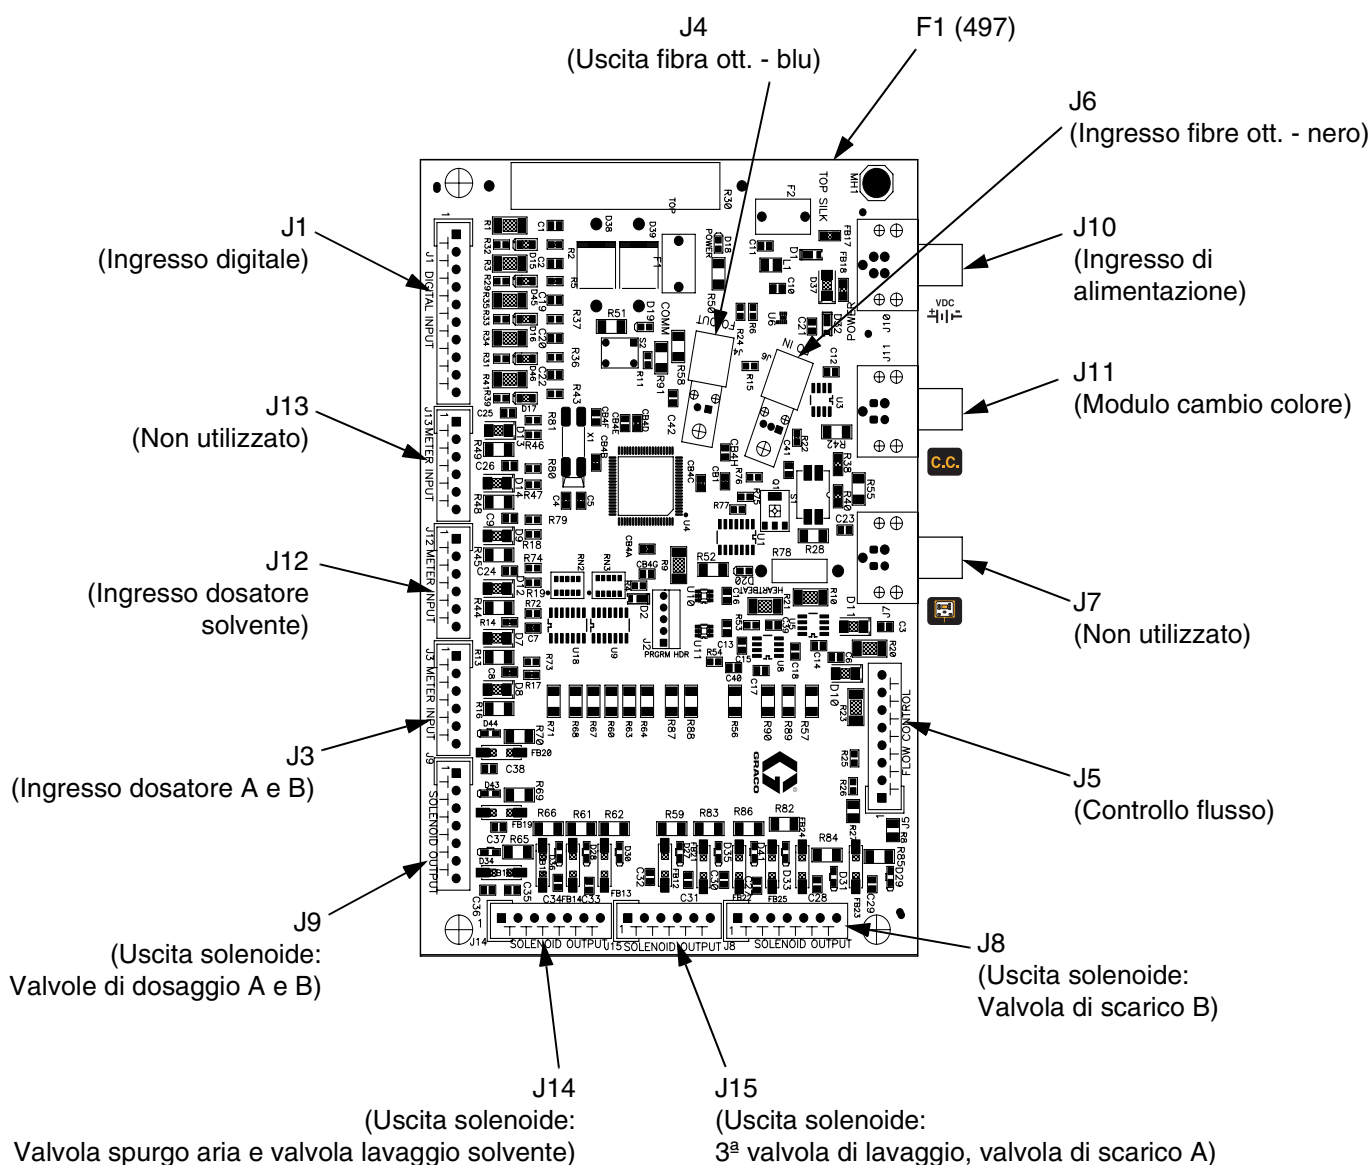
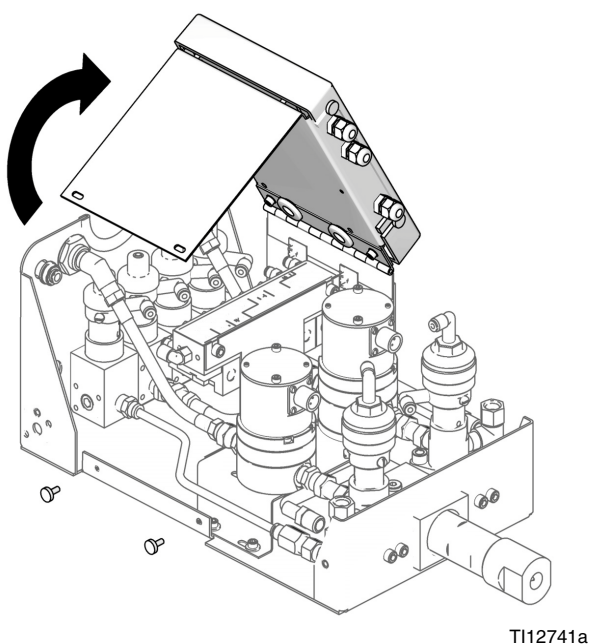

FIG. 29. 255765 Scheda di controllo della stazione del fluido
FIG. 30. Accedere ai solenoidi e ai dosatori
3. Scollegare i fili a fibre ottiche (J4, J6) e tutti i cavi (J1, J3, J5, J7, J8, J9, J12, J13, J14, J15) dalla scheda di controllo (426). FIG. 29.
5. Installare la nuova scheda di controllo (426) con le quattro viti (428).
6. Collegare i cavi alla scheda di controllo (426). FIG. 29. Inserire i connettori dei cavi a fibre ottiche (J4, J6) nei connettori della scheda (E), facendo corrispondere il blu con il blu e il nero con il nero, quindi serrarli a mano (E). Non serrare o piegare i cavi a fibre ottiche; i cavi possono avere un raggio di curvatura minimo di 51 mm (2").
2. Localizzare il fusibile F1 sulla scheda di controllo. Vedere la FIG. 29. Rimuovere la vite e la striscia di metallo.
4. Installare il nuovo fusibile (497).
3. Scollegare i 2 fili del solenoide dalla scheda di controllo (426). Vedere FIG. 29 e **Schema elettrico del sistema**, pagina 33. Ruotare il pannello di controllo verso l'alto e all'esterno. FIG. 30.